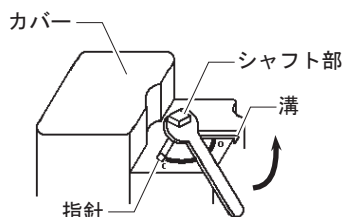

図12 手動開閉操作
- (1) 電源を切ります。
- (2) 『図12 手動開閉操作』に示すカバー上部に突起したシャフト部をスパナなどで、ゆっくりと、反時計回りに約90度（表示：C→O）回します。